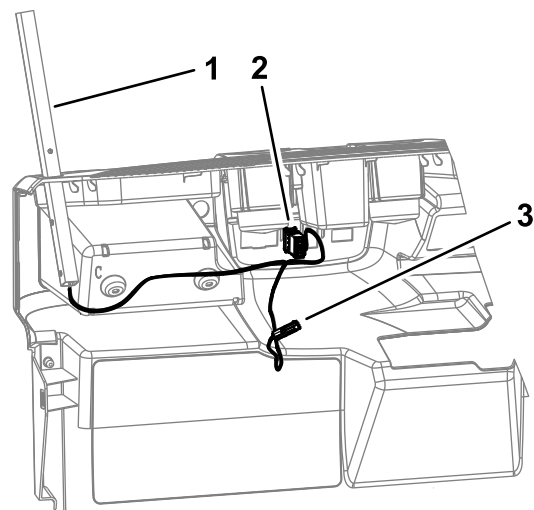

図 5
9. ビーコンのワイヤハーネスの 2 ピンコネクタを、マシンのハーネスの 2 プラグコネクタに接続する 図 5。
10. ビーコンのワイヤハーネスの ソケットコネクタを、ビーコンスイッチに接続する 図 5。